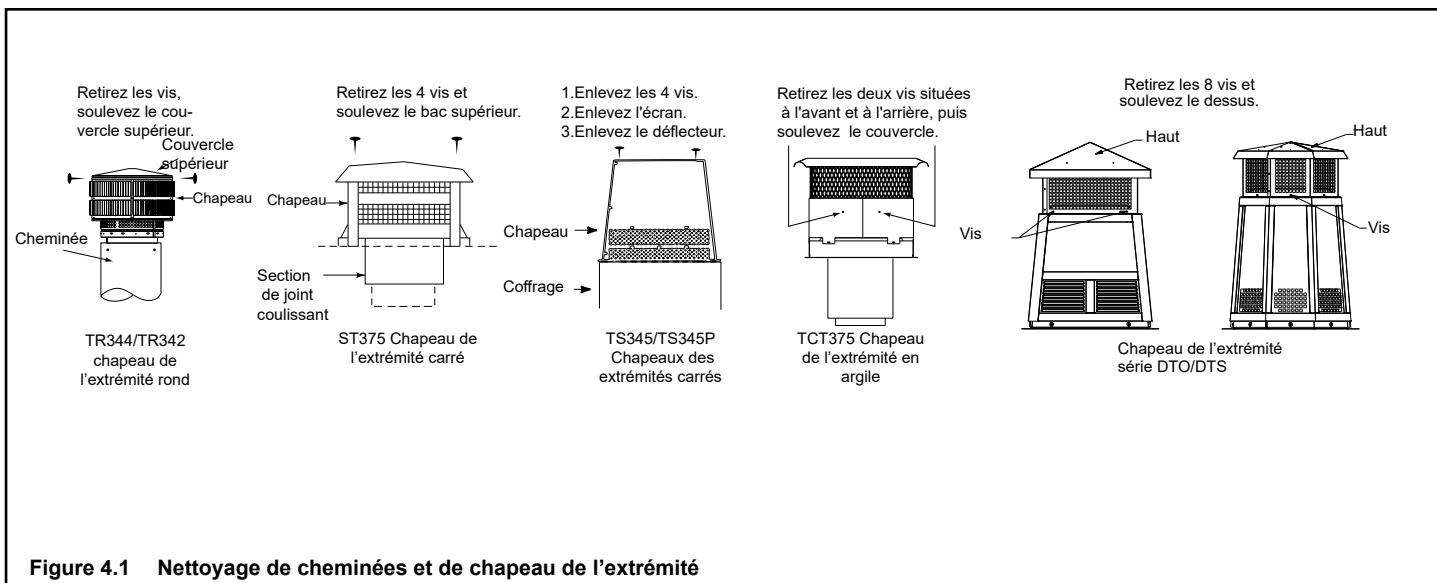

Figure 4.1 Nettoyage de cheminées et de chapeau de l'extrémité
- Retirez le couvercle supérieur du chapeau de l'extrémité comme indiqué à la figure 4.1 afin de nettoyer le chapeau et la cheminée.